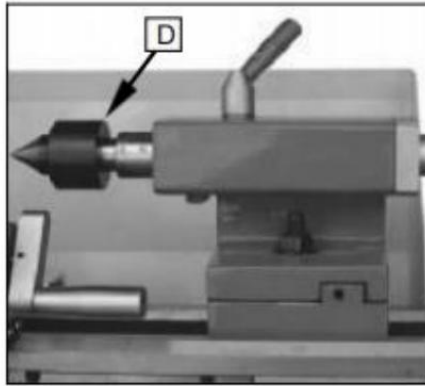

Fig. 29
5. svitare il dado (D, Fig.29) dalla vite senza fine o dalla noci (E, Fig.19) dal quadrante bolts per rimuovere il modifica ingranaggi dalla parte anteriore.